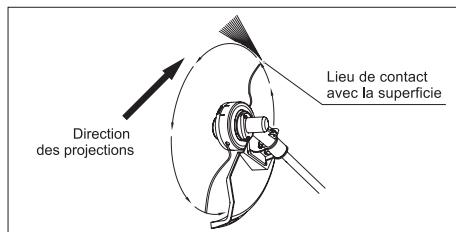

fig. 13
Dans les deux cas inclinez la bobine du coupe-bordure sous l'angle aigüe pour prévenir les projections de la boue et des pierres vers vous. Choisissez les angles qui correspondent à vos dimensions et à la situation de travail. Pour la plupart des types de la coupe il faut incliner la bobine du coupe-bordure pour que l'extrémité du fil se mette en contact avec la superficie du coté où la bobine se déplace à l'écart de vous (fig. 13). Les herbes projetées n'iront pas vers vous.
1. Dévissez avec une clé universelle un écrou sur le carter de la roue dentée (tournez la clé dans le sens inverse des aiguilles d'une montre) et enlevez le carter de la roue dentée (fig. 13).